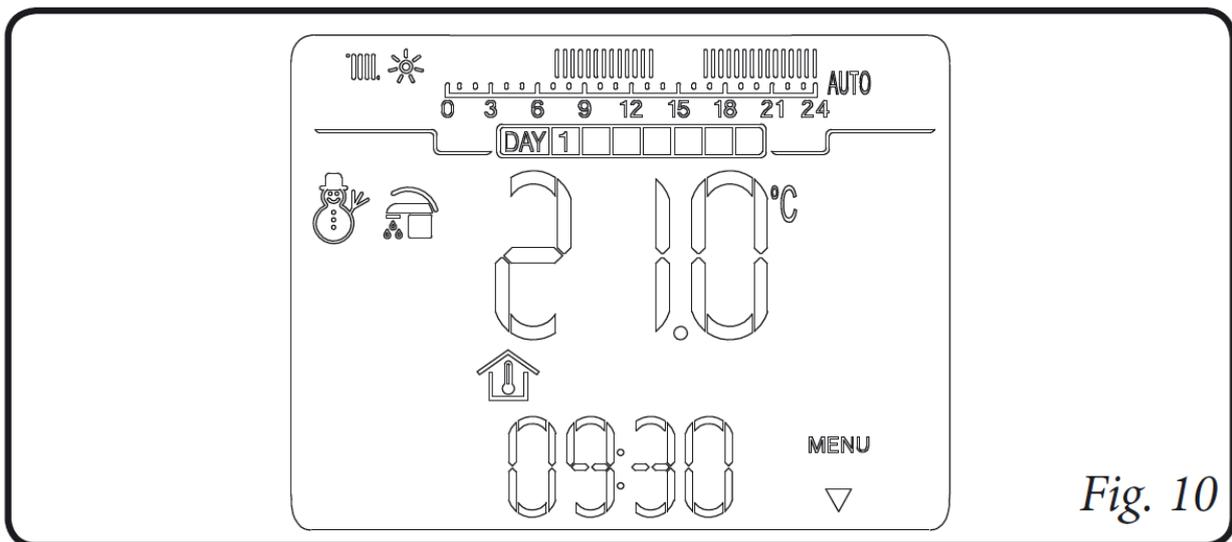

Fig. 10
- **Зимний режим (❄️).** В этом режиме котел может обеспечивать приготовление горячей воды и обеспечивать функцию отопления. В зимнем режиме CARV2 может работать как в автоматическом, так и в ручном режимах. Для более подробных сведений обратитесь к параграфу 6 данного руководства. При этом на дисплее будут отображаться время и день недели, температура воздуха в помещении и часовая линейка с программой отопления и соответствующими символами (рис. 10).
- **Режим охлаждения (❄️).** В этом режиме котел может обеспечивать приготовление горячей воды и обеспечивать функцию контроля чиллера (для тех моделей, где предусмотрена данная функция) для охлаждения помещения. В режиме охлаждения пульт ДУ CARV2 может работать как в автоматическом, так и в ручном режимах. Для более подробных сведений обратитесь к параграфу 7 данного руководства. При этом на дисплее будут отображаться время и день недели, температура воздуха в помещении и часовая линейка с программой охлаждения и соответствующими символами (рис. 10).